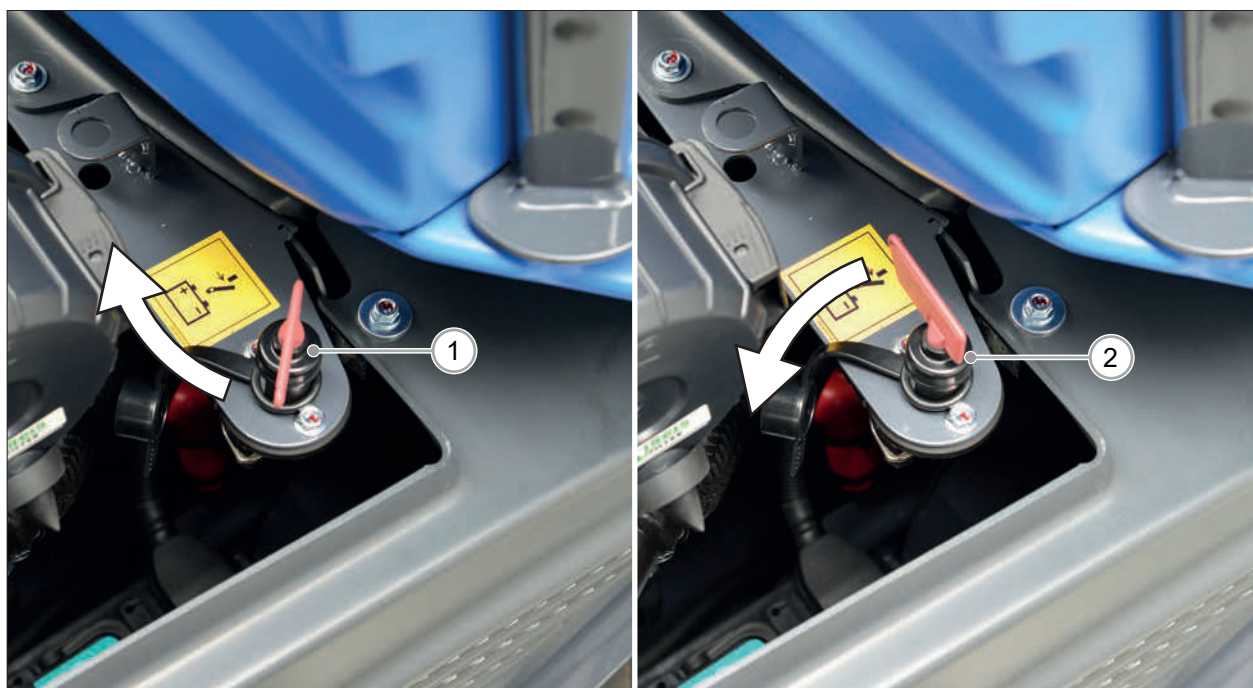

РИС. 23
- 3) Вставьте ключ (РИС. 23 - Сс. 1) в замок аккумулятора и поверните по часовой стрелке.
- 1) Поверните ключ аккумулятора (РИС. 23 - Сс. 2) против часовой стрелки и уберите его в безопасное место.